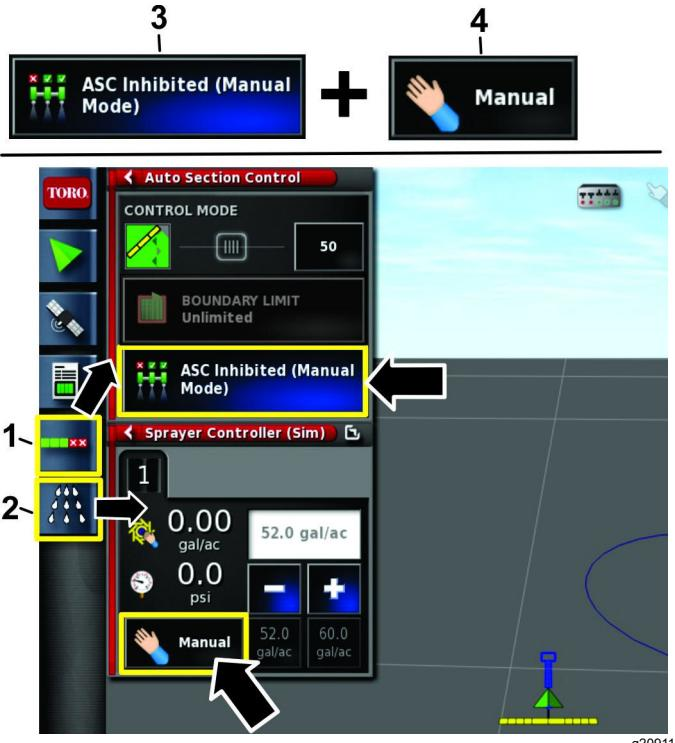

图 114
1. 按“自动喷洒臂段控制配置”图标和“打药车控制器”图标图 114。
2. 按喷洒率控制的手动位置图 114。